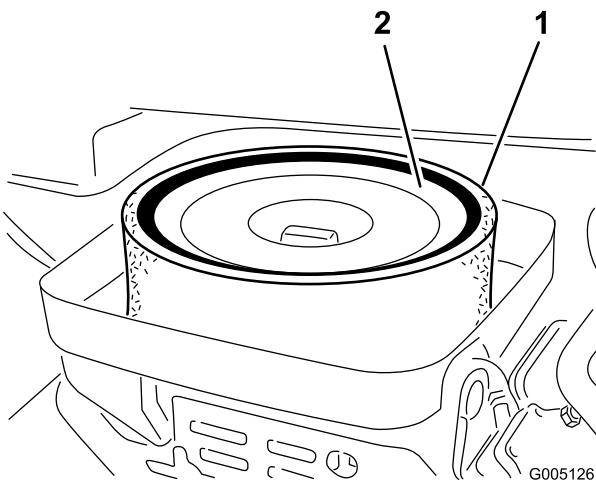

Figure 43
3. Si l'élément en mousse est encrassé, sortez-le de l'élément en papier (Figure 43). Nettoyez-le soigneusement comme suit: